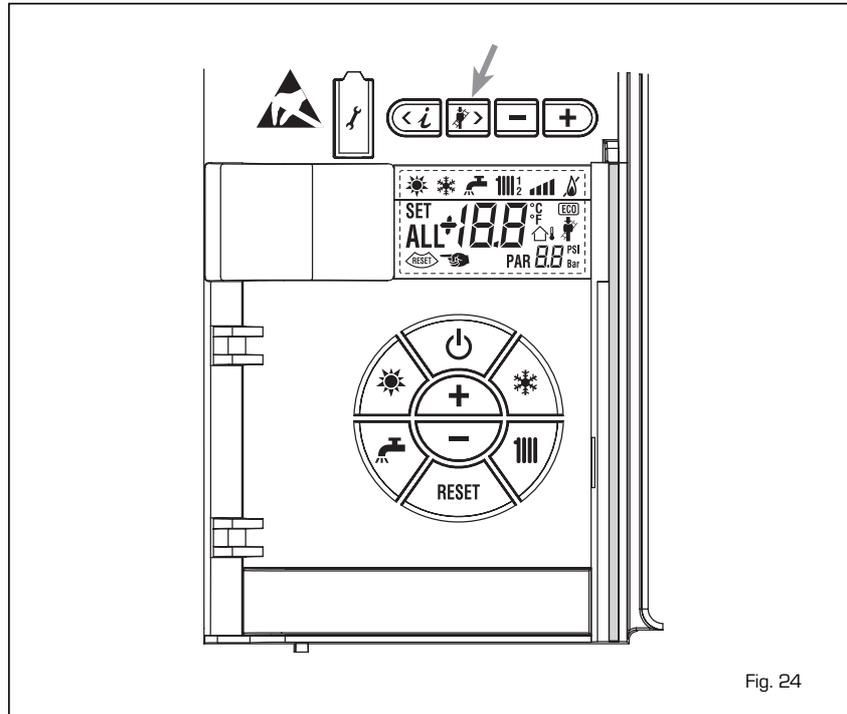

Fig. 24
4.3.3 Funzione spazzacamino (fig. 24)